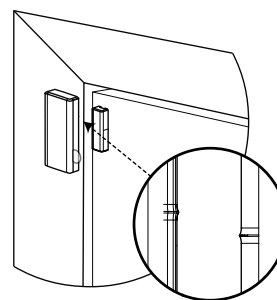
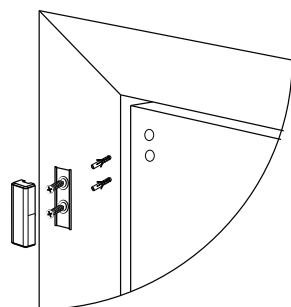

Figura 3:
Figura 6: Instalação do parafuso do ímã
2. Posicione o dispositivo na estrutura de uma janela ou porta e o ímã na superfície móvel da porta ou da janela em si, alinhadas de acordo com as marcações de local. Ver Figura 3.
3. Aparafuse a base do ímã na porta, alinhando-a com o receptor. Ver Figura 6 e Figura 3.